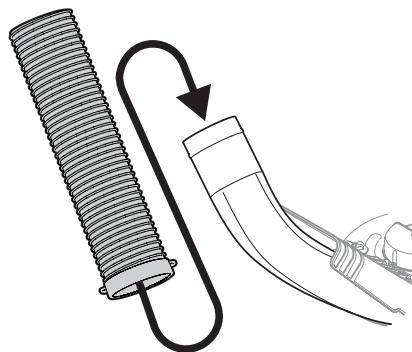

Figure 3
- Soulevez le tube par les poignées de l'anneau installé à l'étape 2. Enfilez ce dernier sur le coude de goulotte, comme illustré à la Figure 3.